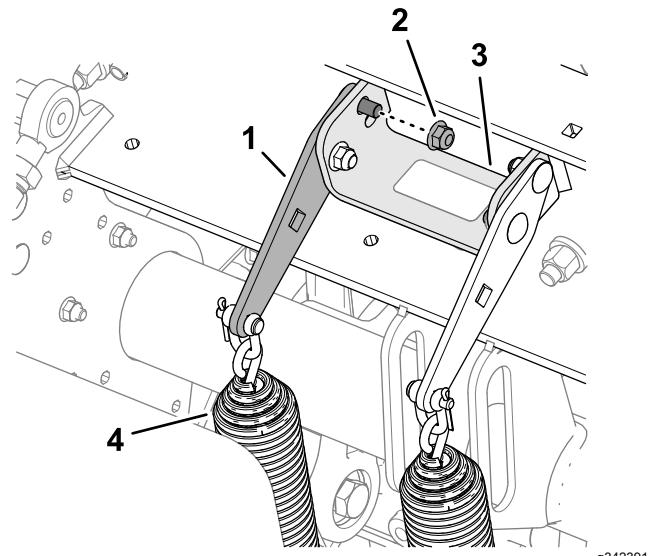

Figura 118
- Allentate il dado di bloccaggio flangiato anteriore e il bullone a testa tonda che fissano la piastra di tensione della molla alla staffa di supporto della testa di carotaggio (Figura 118).